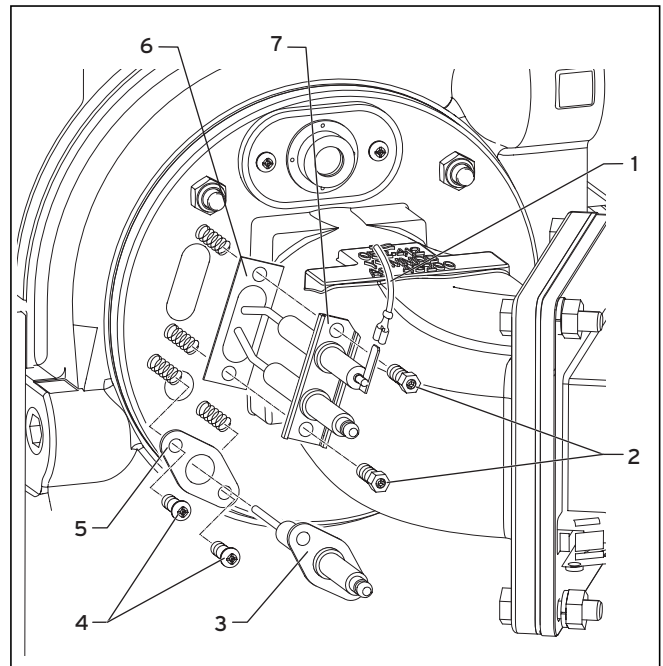

Рис. 8.9 Демонтаж электрода розжига и ионизационного/контрольного электрода
- Осторожно вытащите присоединительную линию (1, рис. 8.9) на электроде розжига (7, рис. 8.9).
- Ослабьте обе крепежные гайки (2, рис. 8.9) электрода розжига и вытащите его полностью.
- Замените уплотнение (6, рис. 8.9) и монтируйте новый электрод розжига.
- Осторожно вытащите присоединительную линию на ионизационном/контрольном электроде (3, рис. 8.9).
- Ослабьте обе крепежные гайки (4, рис. 8.9) ионизационного/контрольного электрода и вытащите его полностью.
- Замените уплотнение (5, рис. 8.9) и монтируйте новый ионизационный/контрольный электрод.
- Затяните крепежные гайки (2 и 4, рис. 8.9) с моментом 2 Нм и насадите присоединительную линию.